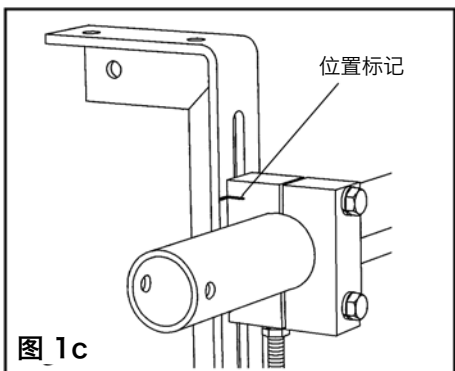

图 1c
- c. 在安装架和锁定块上放置位置标记, 以便刮刀更换后进行快速定位 (图 1c)。